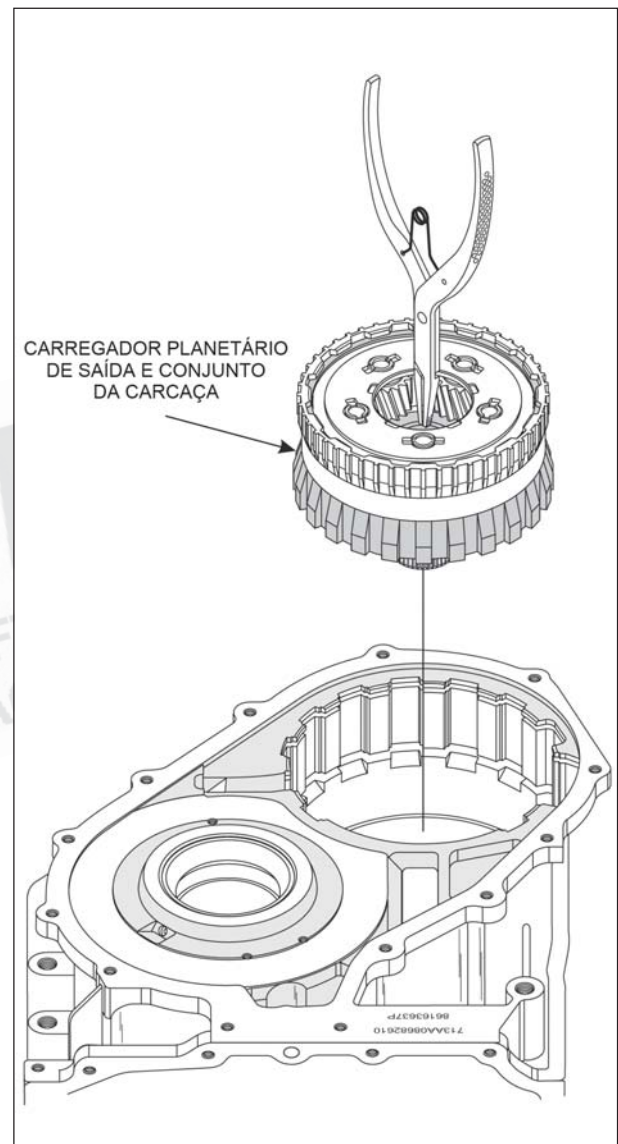

Figura 86
84. Levante o carregador planetário de saída e sua carcaça para fora da transmissão utilizando um alicate para travas, conforme mostra a figura 86, e deixe-o de lado para posterior exame e remontagem.